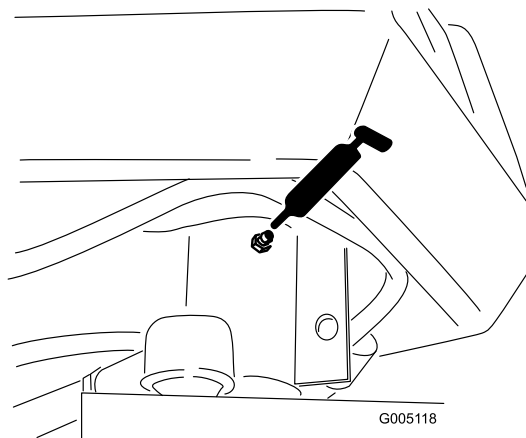

図 40
- ・ ステアリング・フォークのシャフト：1か所（図 40）
- ・ ロッドの端部（図 40）